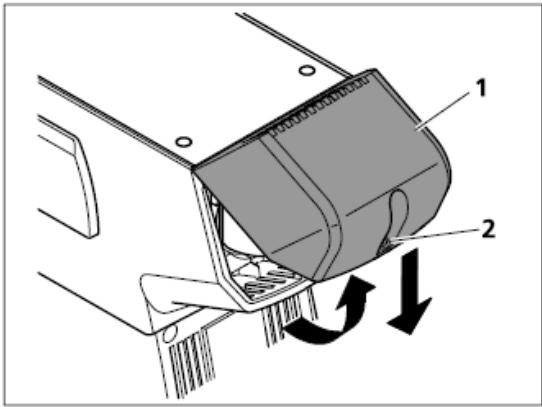

图. 3-20 移除盖板
- | 拧松盖板上螺丝(图 3-20/2)
- | 将盖板(图 3-20/1)安装到显微镜主机后部上方,然后向下扣好,拧紧螺丝(图 3-20/2)